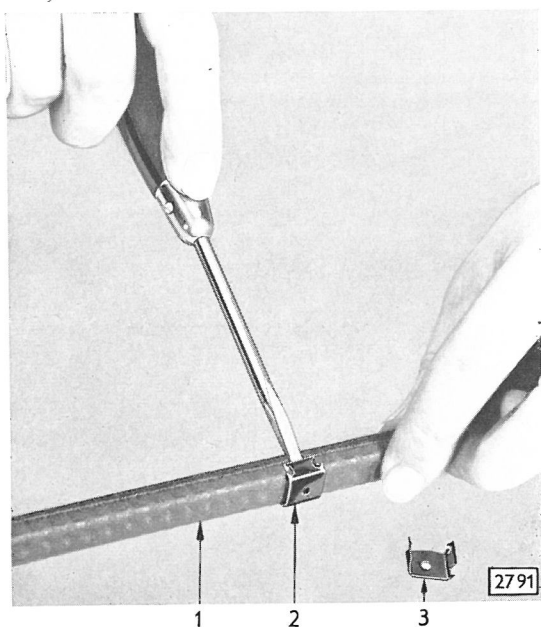

Bild 90 - Klammern von vorderer und hinterer Fallfensterführung abnehmen
2. Die Fallfensterführungen werden als Ersatzteil mit aufgedrückten Klammern geliefert. Weil sich die Fensterführungen beim Einbauen nur ohne Klammern zwischen Fensterrahmen und Fallfenster einführen lassen, müssen die Klammern mit einem Schraubenzieher von der vorderen und hinteren Fensterführung abgedrückt werden (Bild 90). – Die obere Fensterführung läßt sich mit Klammern einbauen.